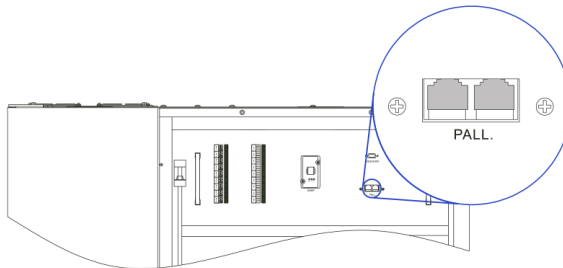

Figura 3-49 Ubicación del puerto paralelo
6. Conecte el puerto paralelo (como se muestra en la figura 3-49) de cada UPS del sistema en paralelo con cables paralelos (cables de comunicación aislados) y fije los tornillos correspondientes. (Aquí, se utiliza el UPS-IND HF 13400 como ejemplo).